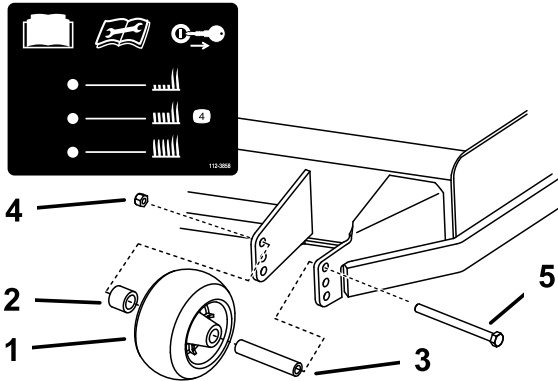

Рисунок 30
- Отрегулируйте защитные валики, как показано на Рисунок 30.